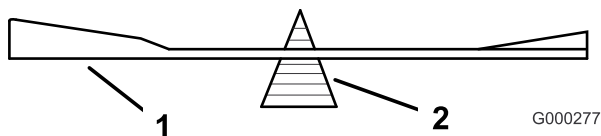

Bild 81
2. Überprüfen Sie die Auswuchtung des Schnittmessers auf einer Ausgleichsmaschine (Bild 81). Wenn das Schnittmesser in seiner horizontalen Position bleibt, ist es ausgewuchtet und kann wiederverwendet werden. Feilen Sie,